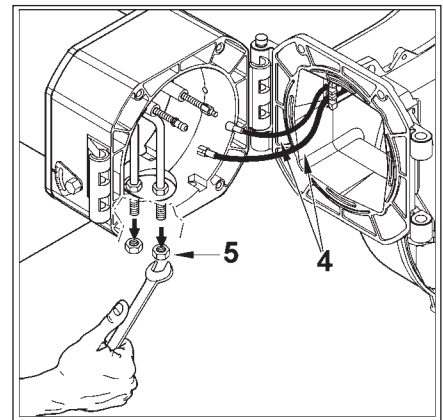

图 2
- 3) 将点火电缆4从电极上拆下后，把两个螺母5从混合单元上卸下，(图2)；